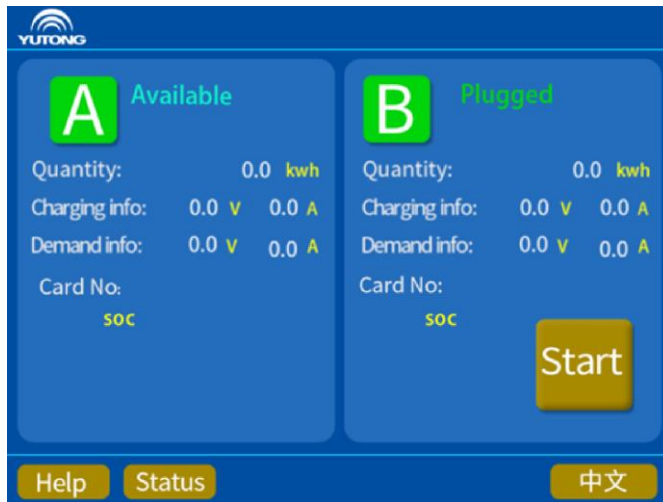

Figura 7 Interfaz de carga
2) Conecte el conector de carga correctamente y pulse el botón del conector de carga correspondiente **Start** en la interfaz de carga para entrar en la interfaz de selección del modo de carga. Tome el conector B como ejemplo, consulte la figura 7 para más detalles.